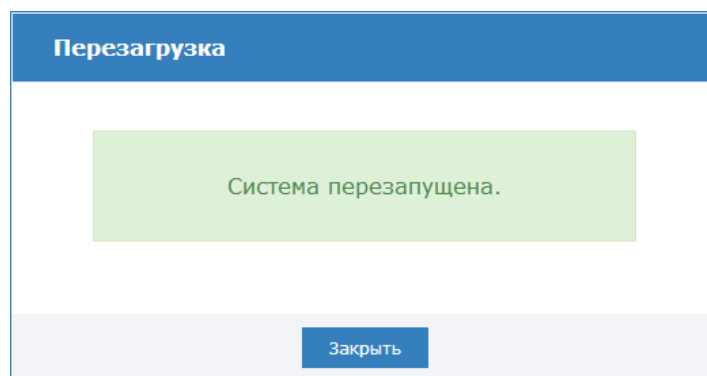

Рисунок 9.74 — Окно подтверждения завершения перезагрузки
4. По окончании процесса перезагрузки отобразится информационное окно (рисунок 9.74). Нажмите на кнопку **Закреть**.